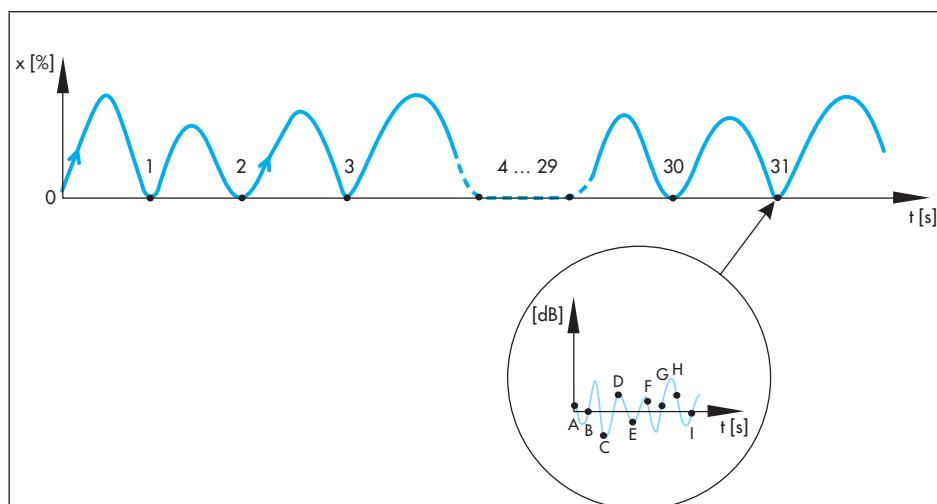

Рис. 18: Процесс плотного затвора и формирование среднего значения для анализа повторного теста
- **среднее значение текущего/последнего плотного затвора:** для контроля используется среднее значение текущего уровня и четырёх последних уровней текущего процесса плотного закрытия (рис. 18: процесс плотного закрытия 31 и уровень сигнала от E до I).
значение всех уровней сигнала из текущего процесса плотного закрытия (рис. 18: процесс плотного закрытия 31 и уровень сигнала A ... I).
- **Скользящее среднее значение из гистограммы кратковременного мониторинга:** для контроля используется среднее значение от 30 последних уровней кратковременного мониторинга (см. ► раздел 6.2) (рис.18: процессы плотного затвора от 2 до 31 со всеми сигналами).
- **Скользящее среднее значение из гистограммы долговременного мониторинга:** для контроля используется среднее значение от всех уровней сигнала долговременного мониторинга (см. ► раздел 6.3) (рис.18: процессы плотного затвора от 1 до 31 со всеми сигналами).